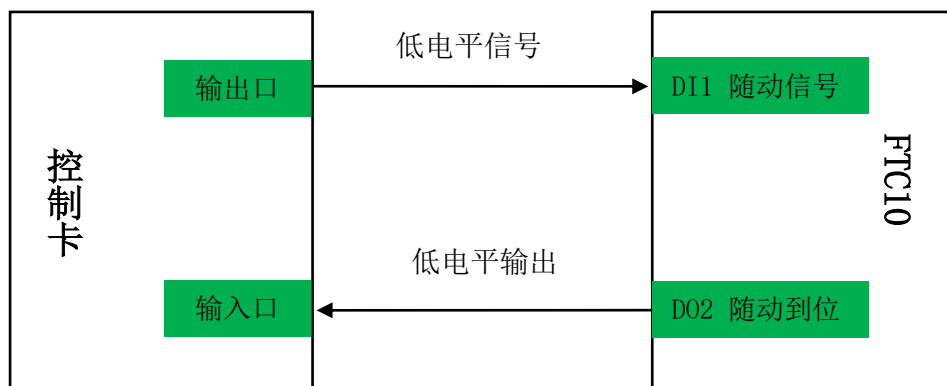

图7-2
2. FTC10与其它控制卡只能通过I0口对接，具体对接方式请参考图7-2